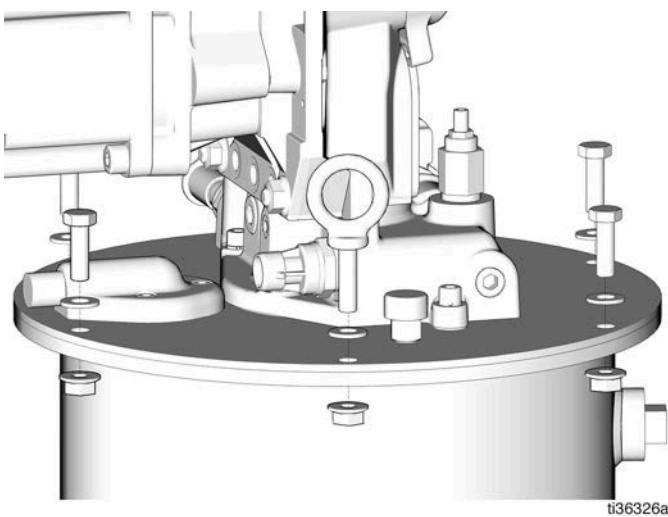

图 11
3. 从料桶顶部卸下螺母、螺栓和吊钩, 将它们妥善放置 (图 11)。